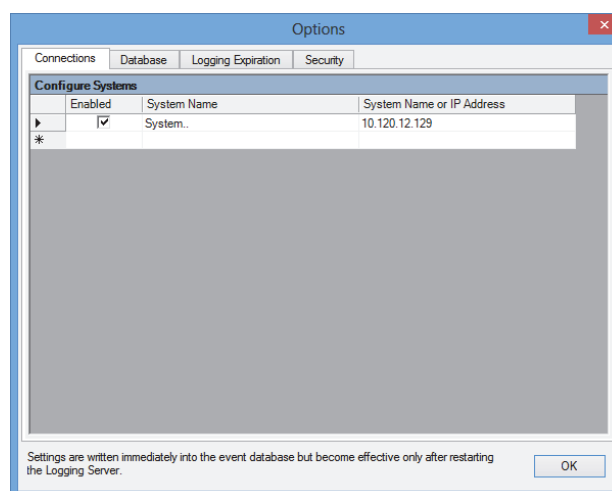

figure 58.5: Fenêtre Options
- 2 Cliquez *File > Options*. Un écran semblable à celui illustré à la figure 58.5 s'affiche.